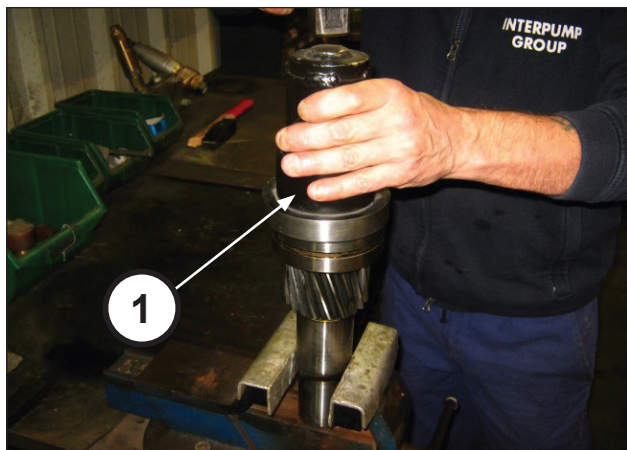

图 68
使用代码为 27887100 的工具（位置 ①，图 68），将轴承65x120x31安装到链轮上。